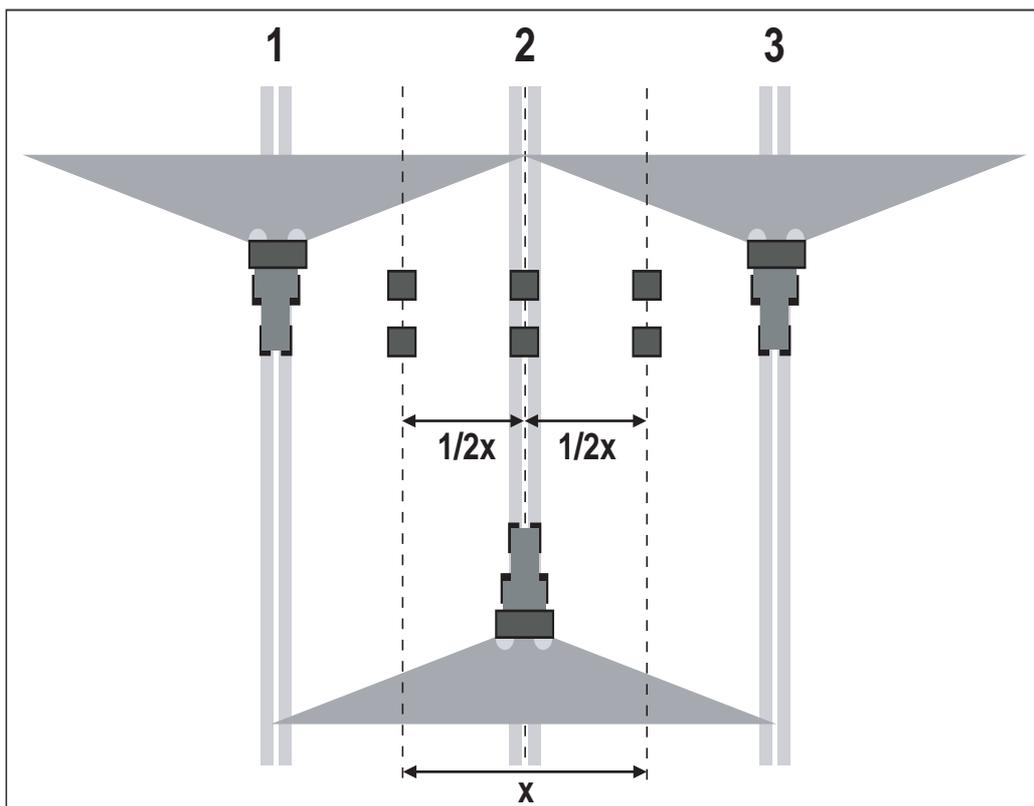

Imagen 7.25: Disposición para tres pasadas
- Colocar dos bandejas colectoras a una distancia de **1 m** una detrás de otra en las zonas de solapamiento y en el carril central (según imagen 7.25).